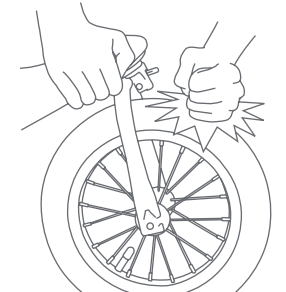

Fig. 24
24) • Soulevez la roue avant du sol et frappez brusquement sur le dessus du pneu (Fig. 24). La roue ne devrait pas être branlante ou se détacher.